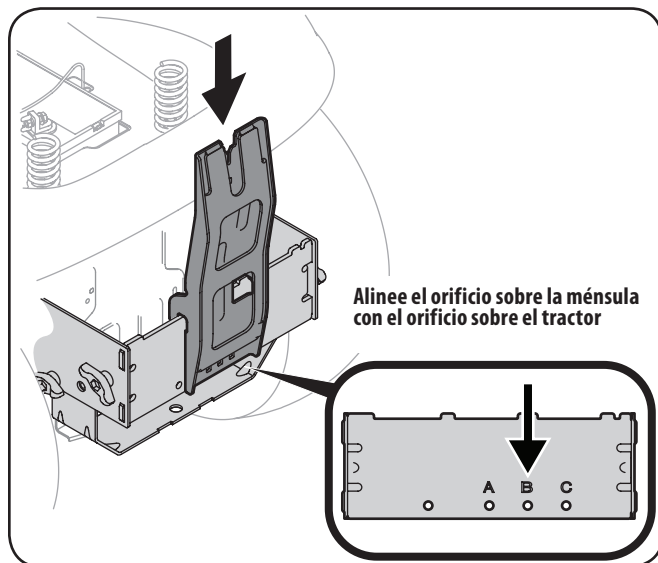

Figura 4-9
1. Instale la ménsula de soporte vertical en la unidad de montaje sobre el tractor clavándola encima de la ménsula de montaje cruzado. Consulte la Figura 4-9.